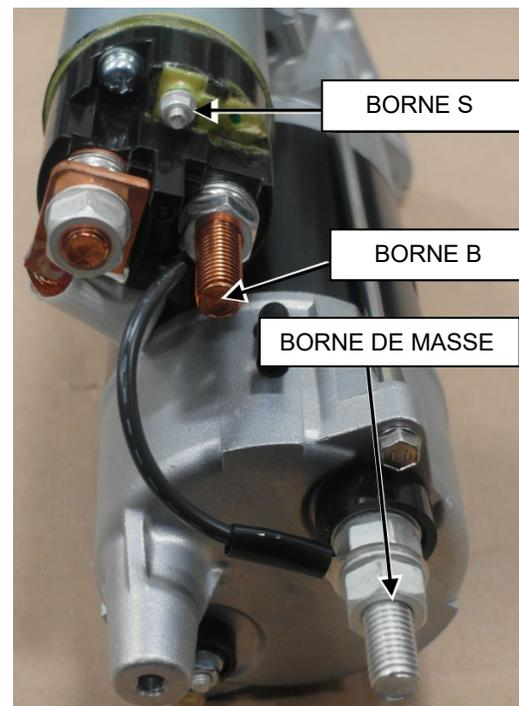
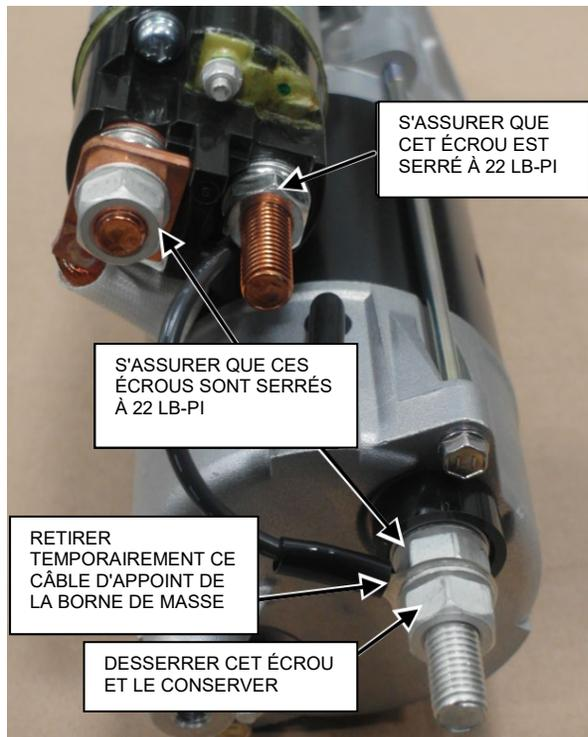

FIGURE 4 : IDENTIFICATION DES BORNES
FIGURE 5
1. Si l'ancien démarreur est remplacé par un neuf, préparer le nouveau démarreur en suivant les étapes suivantes (se référer à la FIGURE 5).
- a) Retirer le deuxième écrou de la borne de masse (FIGURE 5) et le conserver.
- b) Retirer le câble d'appoint branché à la borne de masse (FIGURE 5).
- c) S'assurer que les trois écrous identifiés sur la FIGURE 5 sont serrés à un couple de **22 lb-pi**.
7. Brancher le circuit **101** à la borne **B** (FIGURE 4 et FIGURE 5). Aligner le câble du circuit **101** avec la base de montage d'attache en nylon sur le démarreur.
9. Si ce n'est pas déjà fait, retirer l'écrou et la rondelle fournis avec nouveau démarreur sur la borne **S** (FIGURE 4).